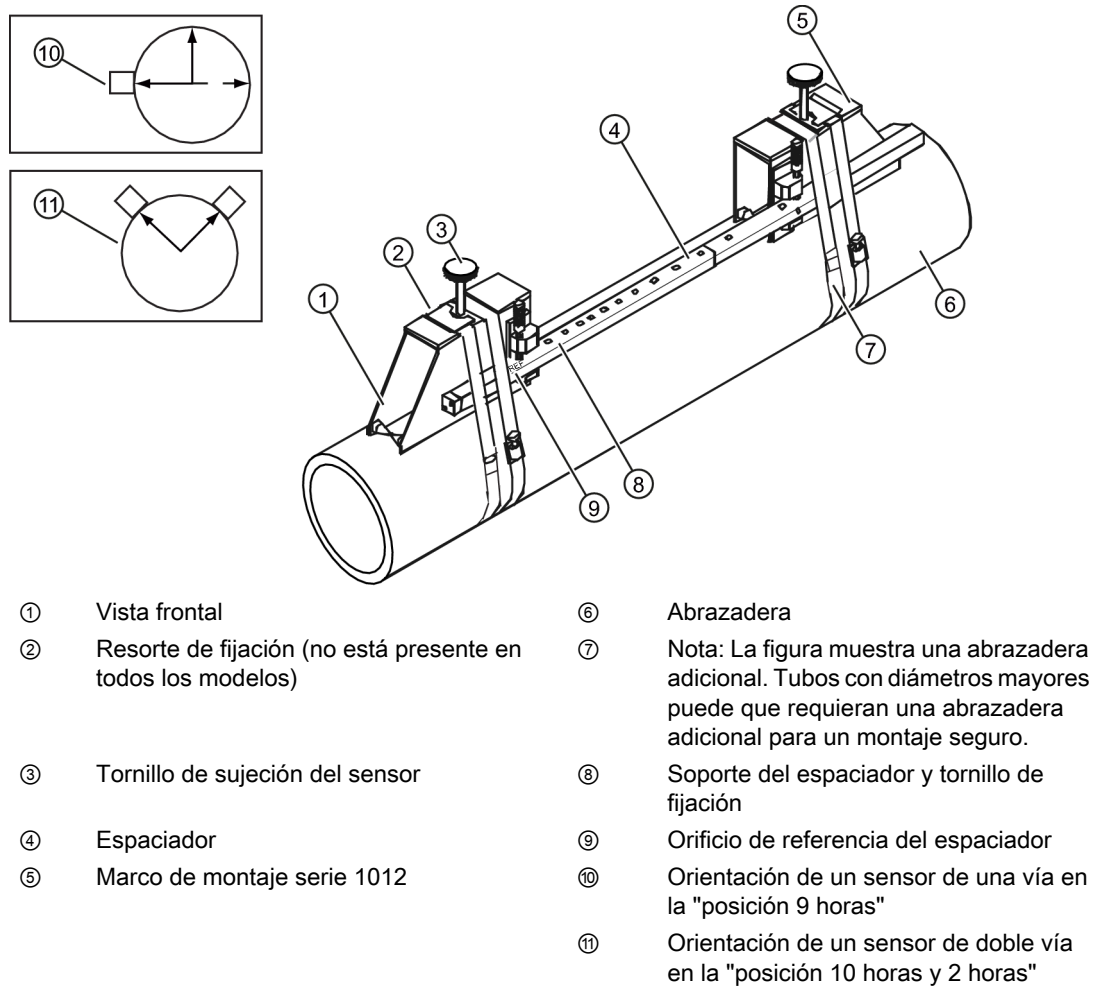

Figura 3-7 Instalación del sensor
#### Procedimiento de instalación (ver figura 3-7)
8. Gire la construcción sobre el tubo hasta alcanzar la posición final asegurándose de que la misma repose correctamente sobre el eje vertical del tubo. (Ver el diagrama de orientación del sensor en la figura 3-7.)